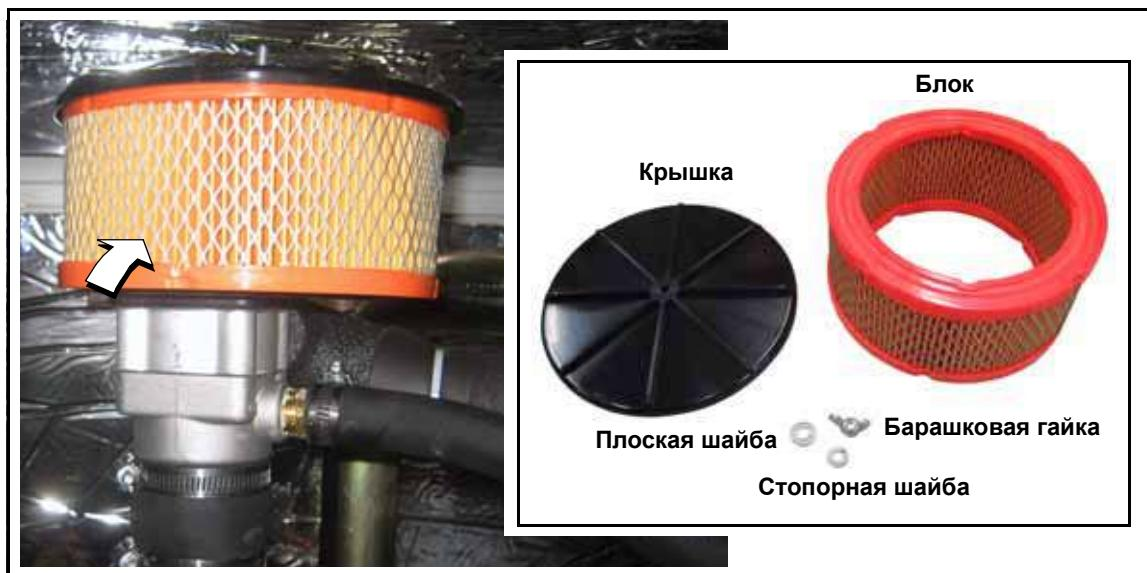

Рис. 5-13. Крышка воздухоочистителя и блок фильтра
- Извлеките барашковую гайку, стопорную шайбу и плоскую шайбу с резьбового штока, чтобы снять крышку воздухоочистителя. См. Рис. 5-13